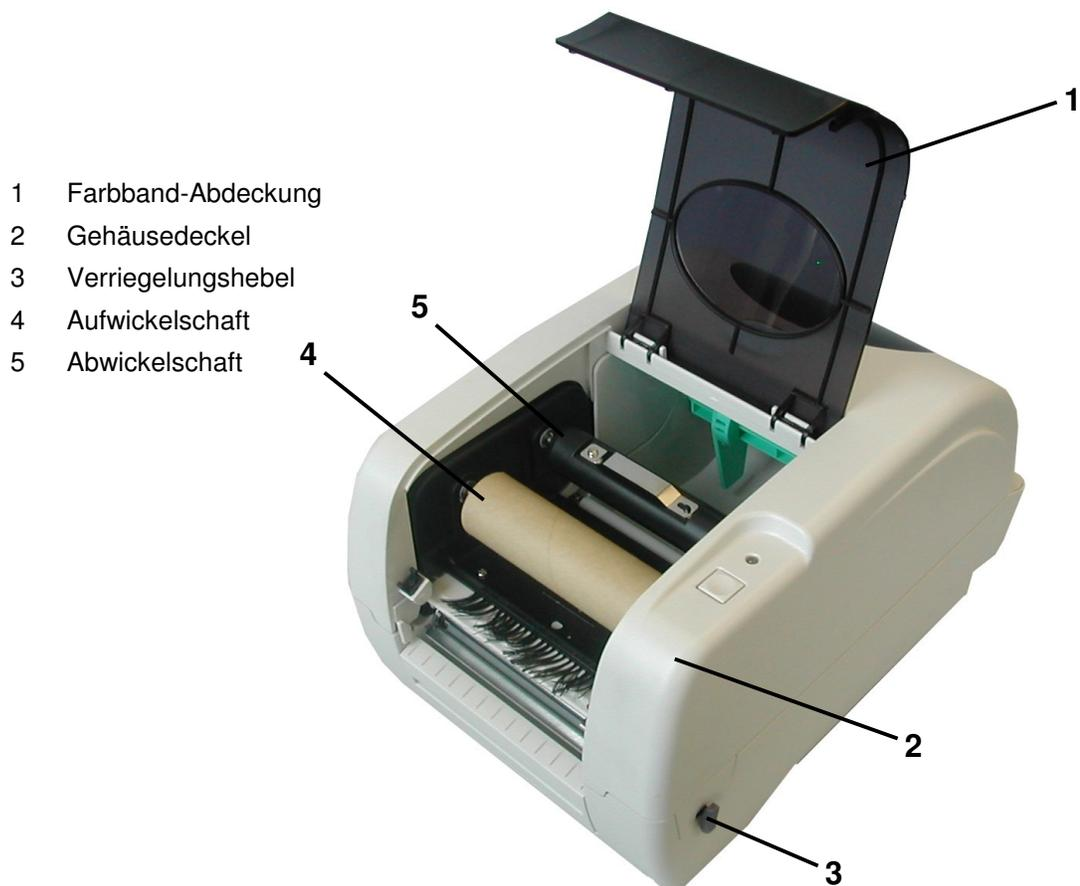

Abbildung 4 Farbbandschafte
5. Den Farbband-Abwickelschaft in die hintere Führung (Abbildung 4, Pos 5) einsetzen. Orientierung des Abwickelschafts (2) beachten (breites Ende rechts)!